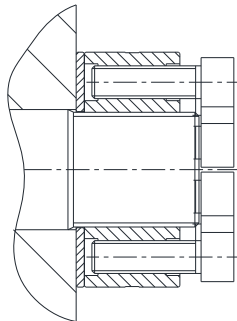

Fig. 4 :
- Les vis de pression (composant 1.3) ne doivent pas dépasser dans l'écrou de serrage (fig. 4).
- Monter la rondelle (composant 1.2) sur la vis de fixation (composant 2) à la surface de la pièce adjacente. Puis monter l'écrou (composant 1.1) et le serrer à la main (voir la figure 4).
Tous les composants doivent se superposer sans jeu entre eux (fig. 4).